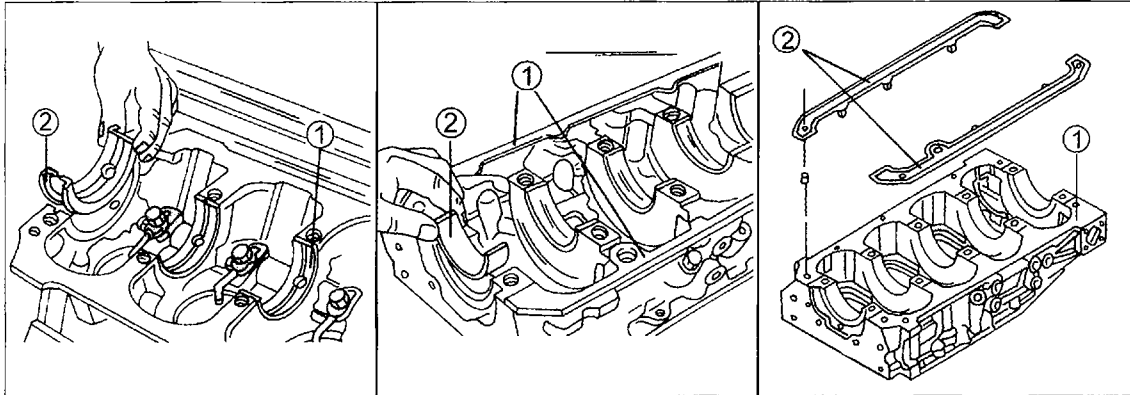

Bild 54
- Die Pleuellager in das Pleuellagergehäuse und das Pleuellagergehäuse unter Beachtung der folgenden Hinweise und Bild 54 einlegen:
- Die oberen Pleuellager (1) in der linken Ansicht von Bild 54 haben Ölschmiernuten und dürfen nicht in das Pleuellagergehäuse eingebaut werden. Die geflanschten Pleuellager (2) nehmen den Axialdruck der Pleuellager auf. Wiederum werden Pleuellager mit und ohne Schmiernuten eingebaut, welche nicht verwechselt werden dürfen. Die geflanschte Schale kommt auf die Pleuellagerseite. Falls die ursprünglichen Pleuellager wieder eingebaut werden, darf dies nur anhand der Kennzeichnung stattfinden. Die Pleuellager jetzt in die Pleuellager einlegen (Pleuellagerzapfen gut eingeölt) und einige Male durchdrehen, damit sie sich gut einspielen kann.
- Die beiden Dichtungshälften (1) in der mittleren Ansicht von Bild 54 auf das Pleuellagergehäuse auflegen und die Schalen in die Pleuellagerbohrungen. Die geflanschte Schale kommt wieder auf die Pleuellagerseite. Die rechte Ansicht von Bild 54 zeigt wie die Dichtungen aufgelegt werden. Diese haben kleine Noppen, um sie beim Aufsetzen des Pleuellagergehäuses in ihrer Lage zu halten. Darauf achten, dass die beiden Dichtungen unterschiedlich sind.